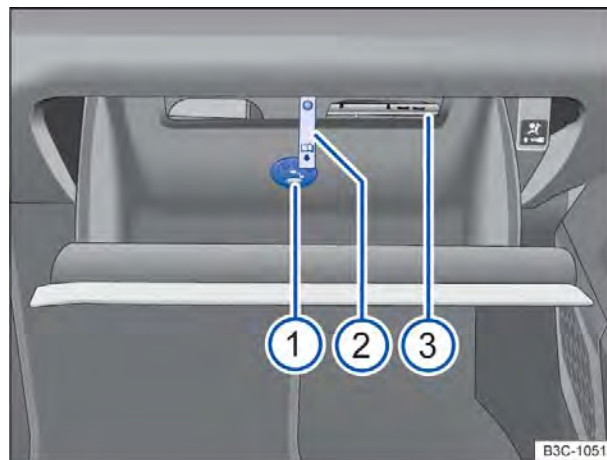

Fig. 114 Porta-luvas aberto.
O compartimento da literatura de bordo encontra-se no porta-objetos basculante superior ⇒ Fig. 114 ③.